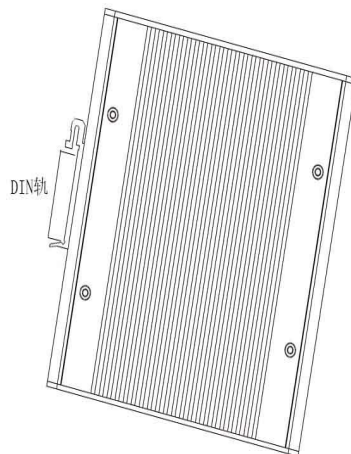

图 4-1 RugNet IES1010 安装方式图
大多数的工业应用采用 35mm 标准 DIN 卡轨式安装，其安装尺寸如图 4-1 所示。
- 如图 4-1 中所示，将 DIN 轨卡入 DIN 卡轨连接座，确认 RugNet IES1010 设备可靠地安装到 DIN 轨上。